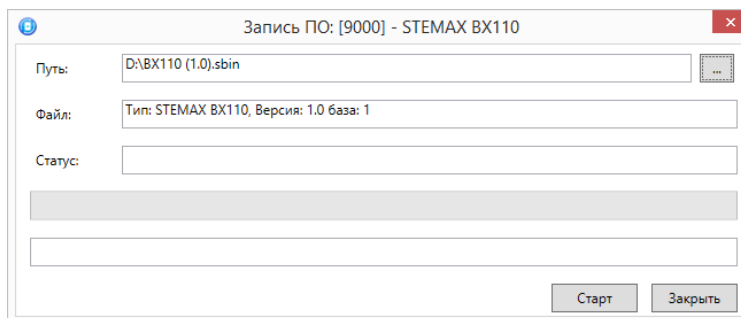

Рисунок 5.1 — Окно *Запись ПО*
2. В открывшемся окне *Запись ПО* (см. *рисунок 5.1*) укажите путь к файлу новой версии встроенного ПО КТС на вашем ПК (файл имеет расширение **.sbin**) и нажмите кнопку *Старт*.